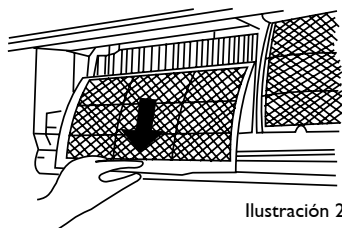

Ilustración 24
3. Retire el filtro de aire de la unidad interior. (ilustración 24)